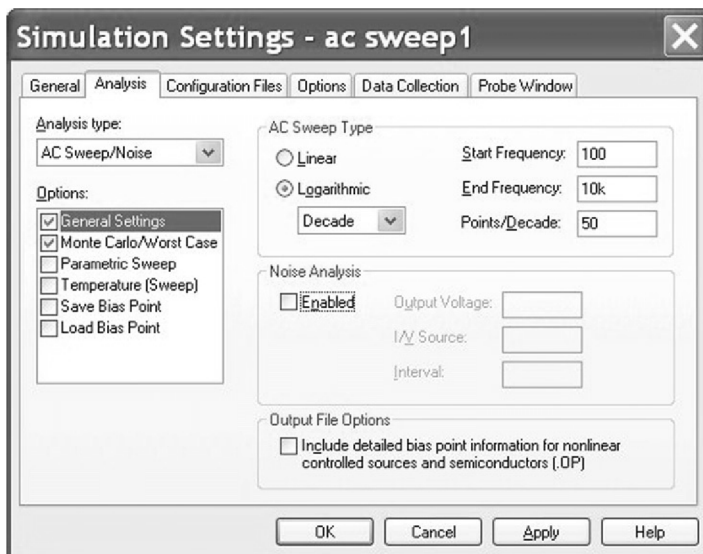

图 10.8 交流分析仿真设置
5. 如图 10.8 所示，创建名称为 AC Sweep 的 PSpice 仿真设置文件，对电路进行交流对数扫描分析，频率范围从 100 至 10kHz，每 10 倍频 50 个点。并且在 **Options** 对话框中选择 **Monte Carlo/Worst Case** 蒙特卡洛/最坏情况分析。